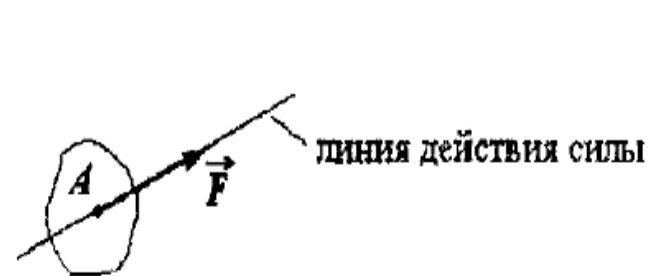

Рис. 2.1
5. Связь осуществляется посредством **сферического шарнира** (рис. 2.1) или **подпятника** (рис. 2.15).